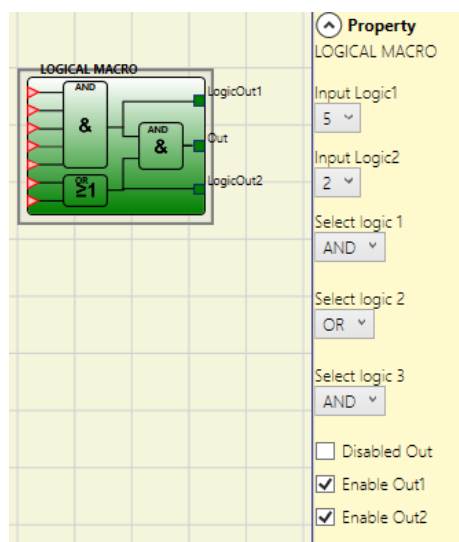

Figura 150: Macro lógica
*Enable Out1, Out2 (Activación salida1, salida2):* al seleccionar esta opción es posible mostrar resultados intermedios (véase la Figura 150).